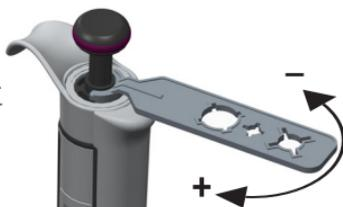

Abb. 7
1. Stecken Sie das Werkzeug (Abb. 7) in die Öffnungen der Kalibrierschraube am oberen Ende des Griffs.